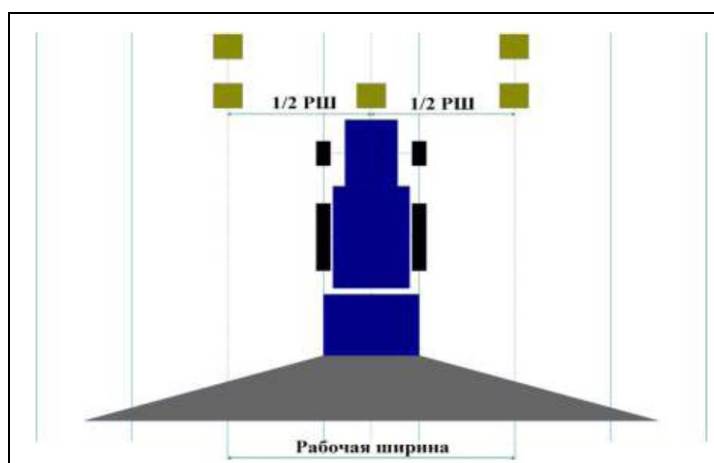

Рисунок 5.8 - Установка поддонов
- установить по два поддона друг за другом на расстоянии 1 м в зонах перекрывания и один в колее. Поддоны ставить в горизонтальном положении, установленные поддоны под углом могут привести к ошибкам при измерении (рисунок 5.8);